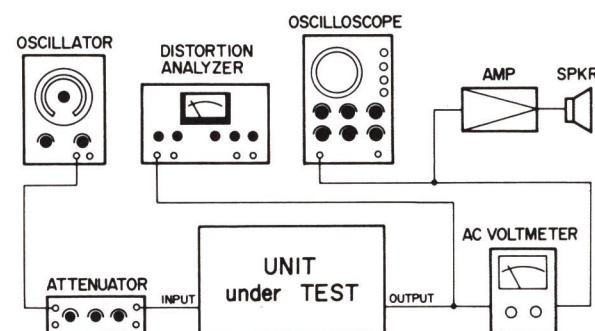

Fig. 7-8
1) Fig.7-8のように各測定器を接続します。そして7-5録音レベル2)～6)項までの要領で基準のセッティングをして、録音再生の確認を行います。